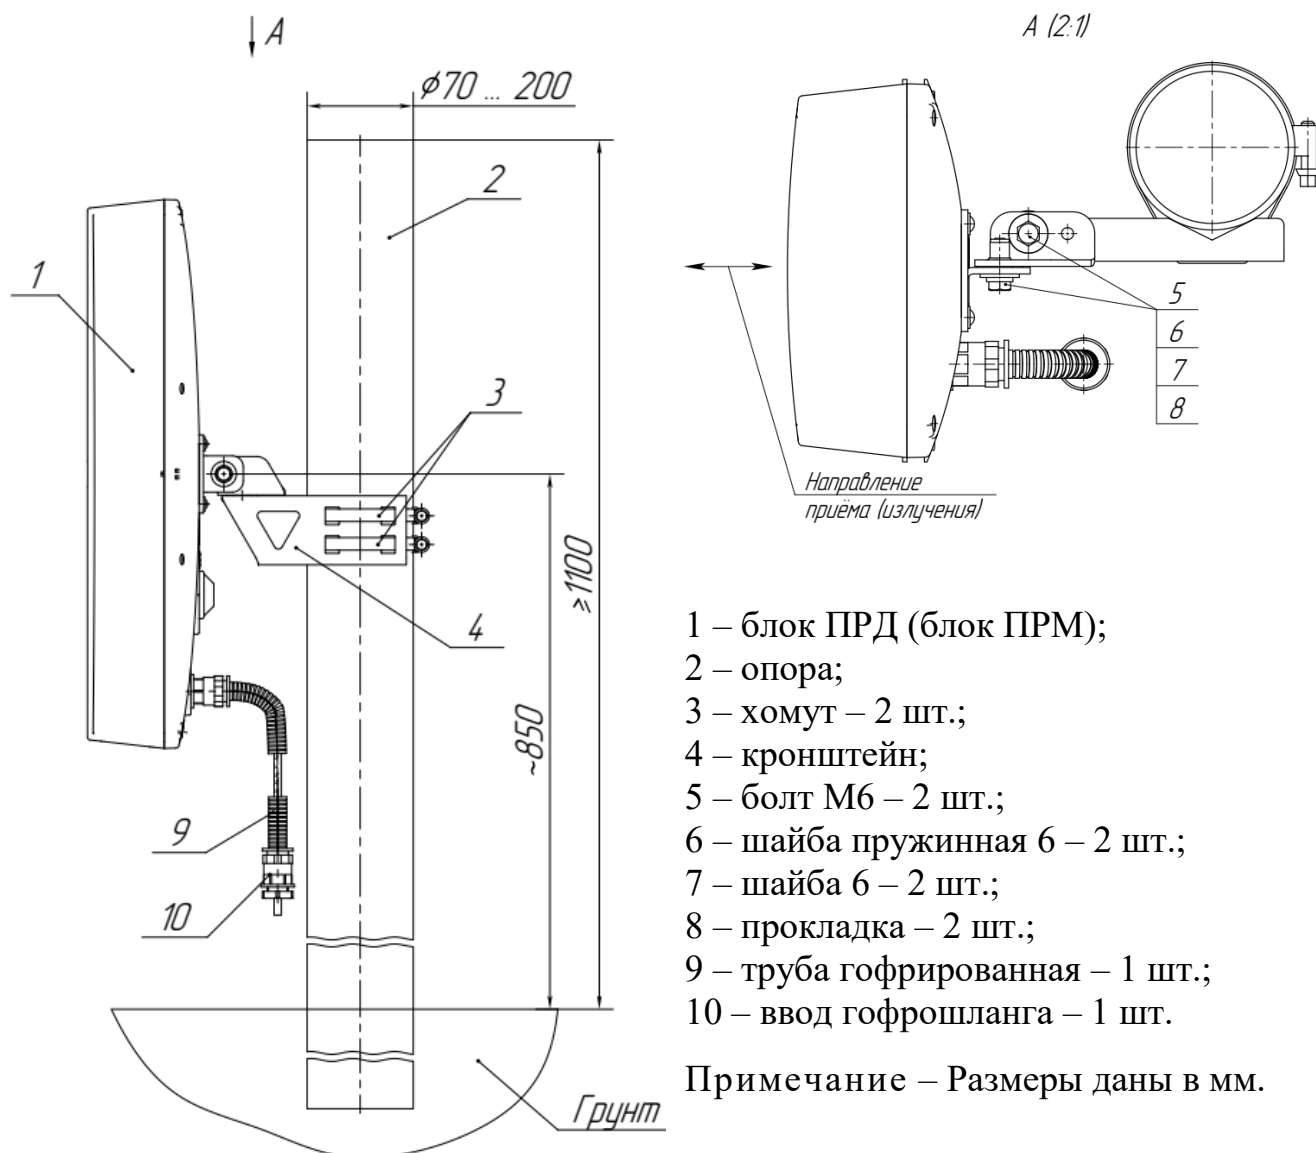

Рисунок 2.4 – Установка блока ПРД (блока ПРМ) извещателя на опоре
2.3.3.3 Установка блока ПРД (блока ПРМ) на кронштейне поз.4 (рисунок 2.4), состоящего из швеллера 2 и уголка 3, показана на рисунке 2.5.
- ослабить болты поз.5 (рисунок 2.4) блока ПРД и блока ПРМ извещателей;
2.3.6.6.11 Затянуть болты поз.5 извещателей (см. рисунок 2.4).